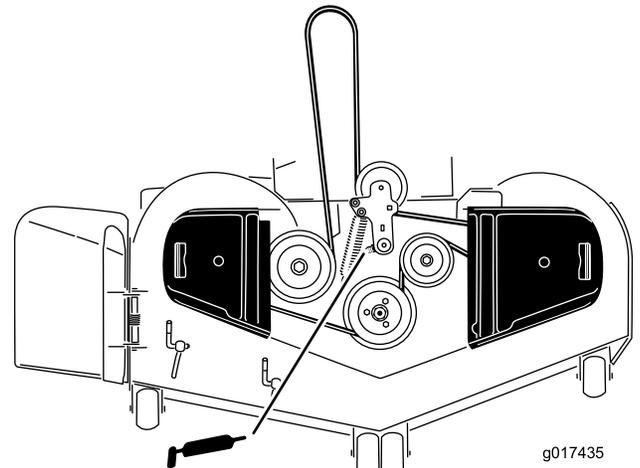

Figura 35
3. Engrase el pivote de la polea tensora de la carcasa de corte hasta que salga grasa por el extremo inferior (Figura 35).